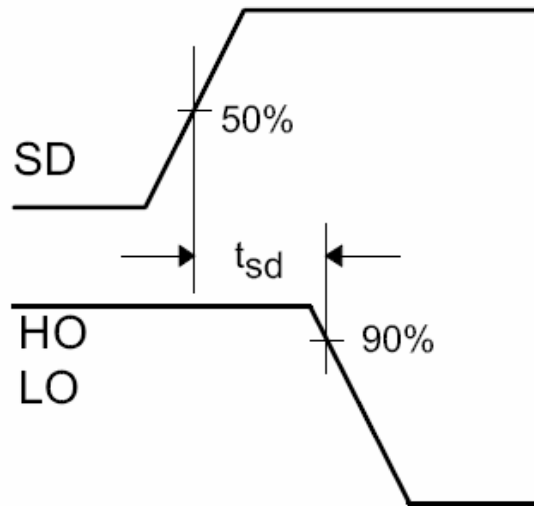

Fig.3 关断波形定义
- 根据 IRS2110/IRS2113 数据表图 3，我们更容易理解这些时序信息。现将图 3 摘选如下：